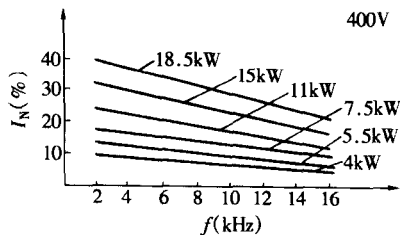

图 1-1-13 载波频率与输出电流的关系
(4) 载波频率与输出电流的关系。从实验得知, 载波频率从 2kHz 提高到 16kHz (即增长 8 倍), 则 IGBT 的功耗约增加 1~1.5 倍, 发热增大。为保证在较高载波频率运行时 IGBT 的安全可靠, 建议要降低输出电流值。载波频率与输出电流关系见图 1-1-13。载波频率从 2kHz 上升到 16kHz 时, 即增长 8 倍, 建议输出电流值下降到 50% I_N (I_N 为频率 2kHz 时变频器的额定电流)。从图 1-1-13 可知, 在低载波频率下, 相对电流值大, 这样转矩亦大, 利于起动或带动负载的需要。